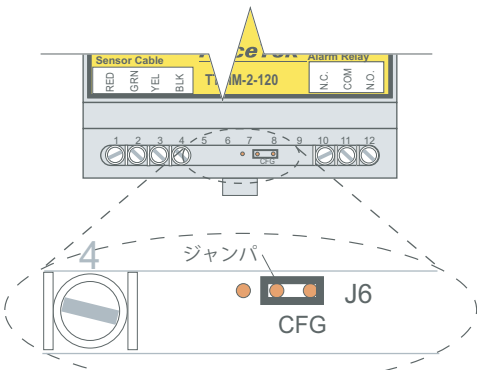

図 7a. コンフィギュレーション時のジャンパ位置
- コンフィギュレーション用ジャンパを図7aのようにCFGの位置に移動してください。